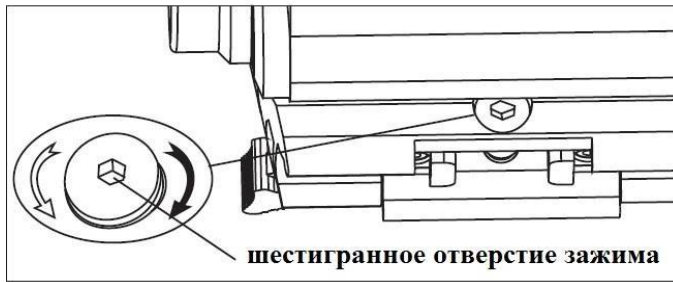

рис.4
1) Сбоку прижима есть регулировочный шестигранный винт (см. Рис.4). Перед установкой поверните этот винт шестигранным ключом влево, чтобы ослабить прижим.